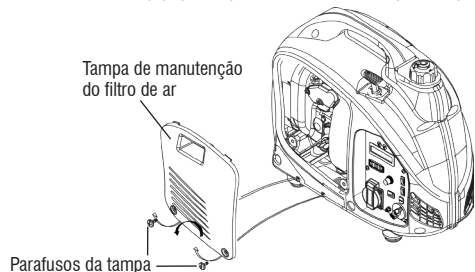

Fig. 21 – Removendo a tampa de manutenção do filtro de ar
1. Solte os parafusos da tampa de manutenção do filtro de ar (6) (fig. 1) e retire a tampa (fig. 21);